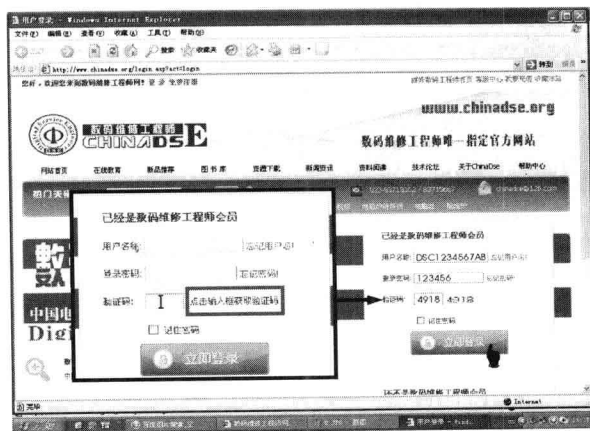

图6 输入验证码
⑥ 用鼠标点击验证码文本框,即可得到验证码,将验证码正确输入后(验证码不清晰,可点击图标更换),点击登录,如图6所示。